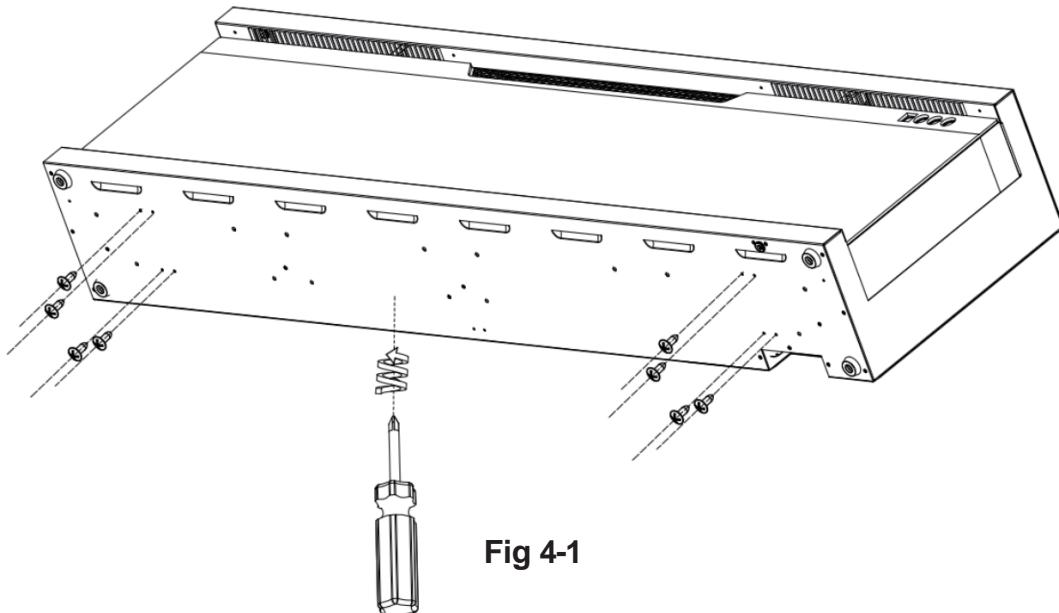

Fig 4-1
E. Rimuovere tutte le viti dalla parte inferiore dell'apparecchio. (Fig. 4-1) Mettere da parte le viti.